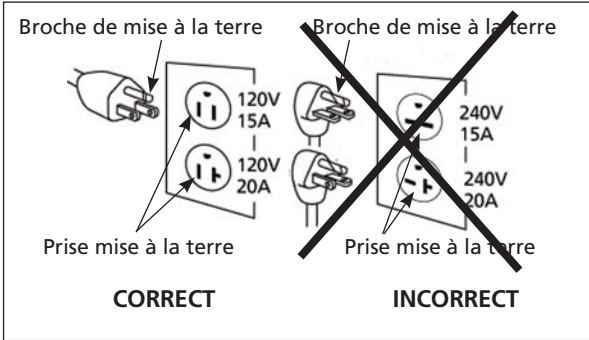

Figure 2 - Méthode de mise à la terre
- Ce produit est conçu pour être utilisé sur un circuit de 120 V. Il doit être mis à la terre. Dans le cas d'un court-circuit, la mise à la terre réduit le risque d'une décharge électrique en fournissant un chemin de courant alternatif au sol. L'unité est équipée d'un cordon électrique qui possède une broche de mise à la terre. Elle s'insèrera facilement dans l'un des types communs de prises électriques montrées à la figure 2. Si la fiche ne s'insère pas dans la prise désirée, demandez à un électricien qualifié de remplacer la fiche ou la prise.
- Si la fiche du cordon électrique de l'unité ne vous est pas familière et si elle ne s'insère pas dans votre réceptacle, la Figure 2 vous aidera à en comprendre la raison grâce à ses illustrations de fiches et les tensions différentes avec lesquelles elle peut être utilisée.
- Ce produit est conçu pour être utilisé sur un circuit de 120 V et est doté d'une broche de mise à la terre semblable à la broche illustrée dans la figure 2.